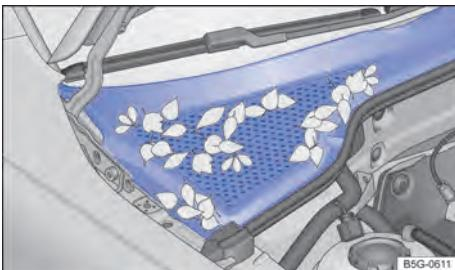

Fig. 183 Entre o compartimento do motor e o para-brisa: caixa de água (representação esquemática).
- A caixa coletora de água está localizada no compartimento do motor, entre o para-brisa e o motor e sob uma cobertura perfurada → Fig. 183. O ar ambiente é sugado da caixa coletora de água para o interior do veículo por meio do sistema de aquecimento e ventilação ou do ar-condicionado.